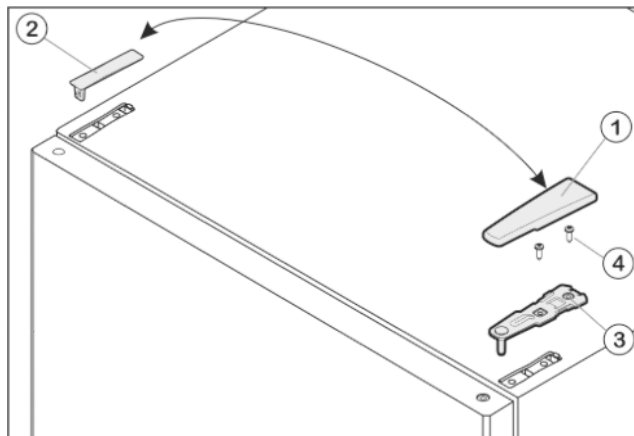

Fig. 6
- ▶ Потяните крышку Fig. 6 (1) вперед и вверх.
- ▶ Снимите крышку Fig. 6 (2).
- ▶ Открутите верхний опорный кронштейн Fig. 6 (3)(2 шт. Torx® 25) Fig. 6 (4) и вытяните вверх.
- Установите верхний опорный кронштейн Fig. 6 (3) на новой стороне шарнира и защелкните в дверце.
- Привинтите верхний опорный кронштейн (**с моментом 4 Нм**)(2 шт. Torx® 25) Fig. 6 (4). При необходимости проделайте отверстия или используйте аккумуляторную отвертку.
- Наденьте и защелкните крышку Fig. 6 (1) и крышку Fig. 6 (2) на противоположной стороне снаружи.